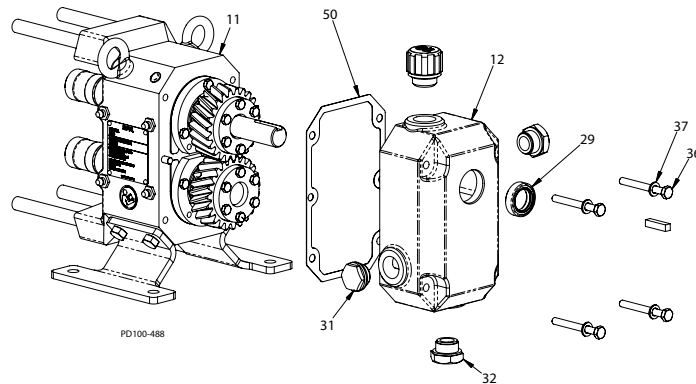

Abb. 36- Getriebegehäuseabdeckung entfernen
3. Entfernen Sie die Kopfschrauben (Abb. 36, Einzelheit 36), Unterlegscheiben (Pos. 37) und die Abdeckung (Pos. 12).
6. Entfernen Sie die Dichtung (Abb. 36, Einzelheit 50) und entsorgen Sie diese. Schaben Sie vorsichtig alle Dichtungsreste von den Dichtflächen der Getriebeabdeckung (Pos 12) oder des Getriebegehäuses (Pos 11).